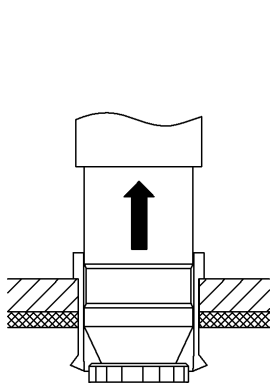
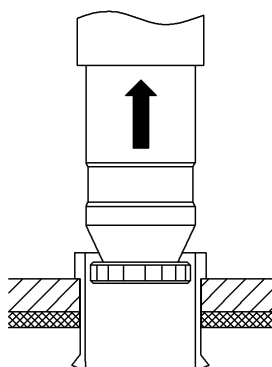

図 6
図 7
* 最初は送りに抵抗が感じられますが(図 6)、やがて抵抗はなくなります。(図 7)